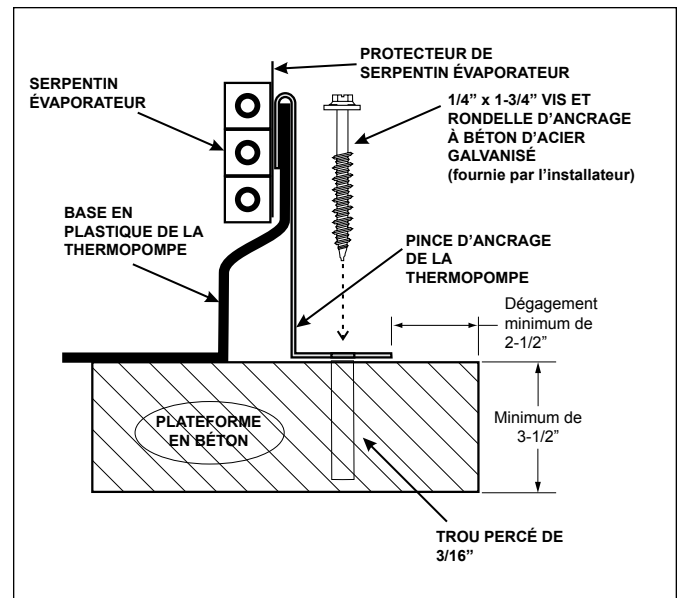

Figure 3. Installation de pinces d'ancrage
4. Ajuster le crochet de chaque pince sur la lèvre du panneau de la base de la thermopompe. Le crochet devrait s'ajuster entre la lèvre du panneau de la base et la garde du serpentín évaporateur (Voir Figure 3).
8. Positionner les pinces d'ancrage de manière à ce que les trous dans les pinces soient au dessus des boulons d'ancrages. Assurez-vous que les crochets de pince soient sur la lèvre de la base de la thermopompe (Voir Figure 3).